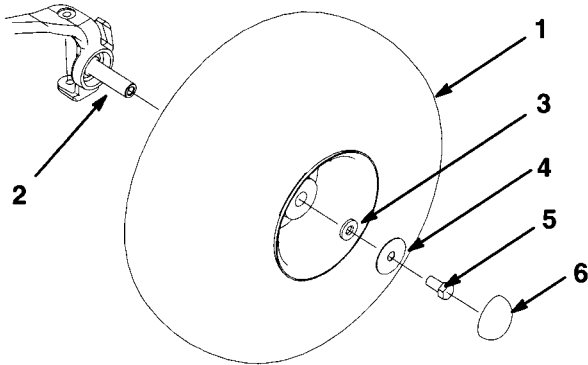

図3
3. キャップスクリュ（図3）でスピンドルに前輪を固定し、61 ~ 88 N.m (6.2 ~ 9.0 kg/cm²) にトルク締めする。